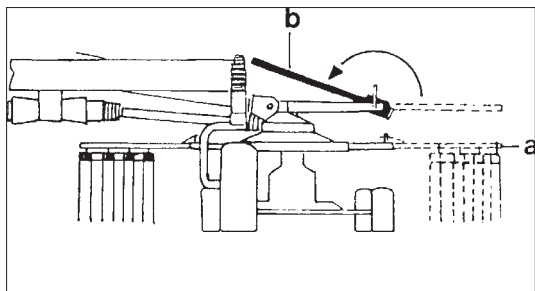

Рисунок 3-15
2. Боковые предохранительные скобы (b) повернуть вовнутрь до фиксации (Рисунок 3-15)